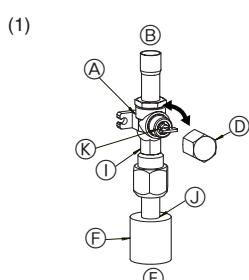
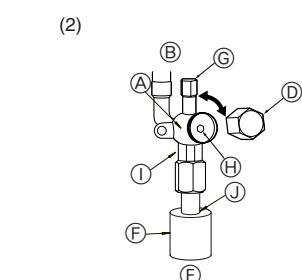

Fig. 4-5
Fig. 4-6
- (1) Lado do gás para o P71-140 (Fig. 4-5)
- ① Remova a cápsula, puxe a alavanca na sua direcção e gire 1/4 de volta no sentido contrário aos ponteiros do relógio para abrir.
- ② Certifique-se de que a válvula de paragem esteja completamente aberta, empurre a alavanca e gire a cápsula de volta à sua posição original.
- (2) Lado do líquido do P71-140 (Fig. 4-6)
- ① Retire a tampa e rode a válvula para a esquerda o máximo que puder com uma chave sextavada de 4 mm. Pare de rodar quando esta alcançar o batente. (ø9,52: Aproximadamente 10 rotações)